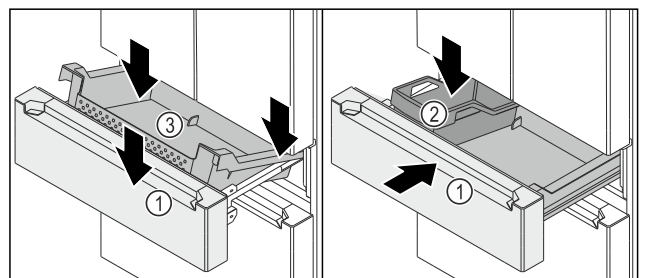

Fig. 148
- Auszugswagen Fig. 148 (1) ist herausgezogen.
- ▶ Behälter Fig. 148 (3) hinten auf den Schienen rechts und links aufsetzen.
- ▶ Behälter Fig. 148 (3) vorne absenken, sodass Behälter Fig. 148 (3) die Schienen rechts und links umschließt.
- ▶ FlexBox Fig. 148 (2) einsetzen.
- ▶ Auszugswagen Fig. 148 (1) einschieben.